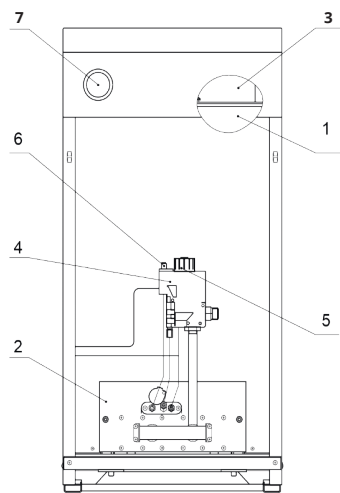
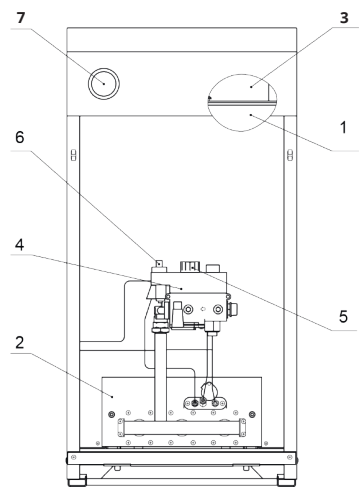

рис. 2 – Особенности котла с газовым блоком 630 EUROSIT (TGV 307).
рис. 3 – Особенности котла с газовым блоком 710 MINISIT (TGV 310).
6.2 Котел представляет собой сборную конструкцию, закрытую декоративными тонколистовыми панелями с теплоизоляцией, внутри которой располагаются (см. рис. 2 и рис. 3):
- дымоборник с датчиком тяги (3);
- корпус котла, состоящий из топки и теплообменника (1);
- газогорелочное устройство с газовым блоком (ГГУ) (2).